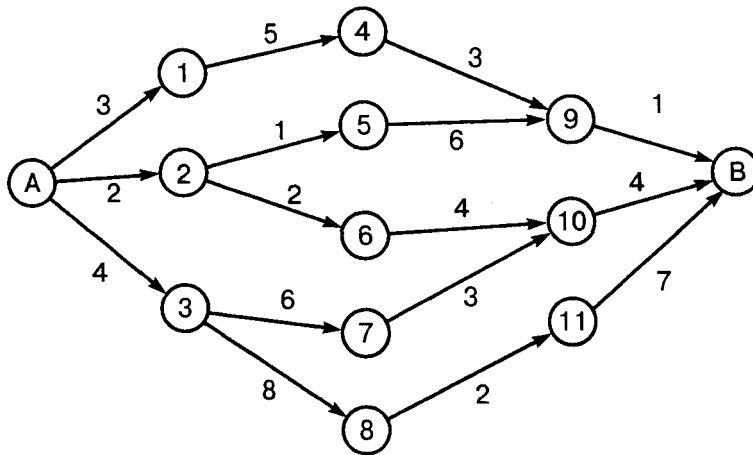

Рис. 30.25
3. Пожарной службе необходимо определить кратчайший путь от гаража (пункт А) до нефтеперерабатывающего завода (пункт В) по данным в километрах, указанным на рис. 30.25.